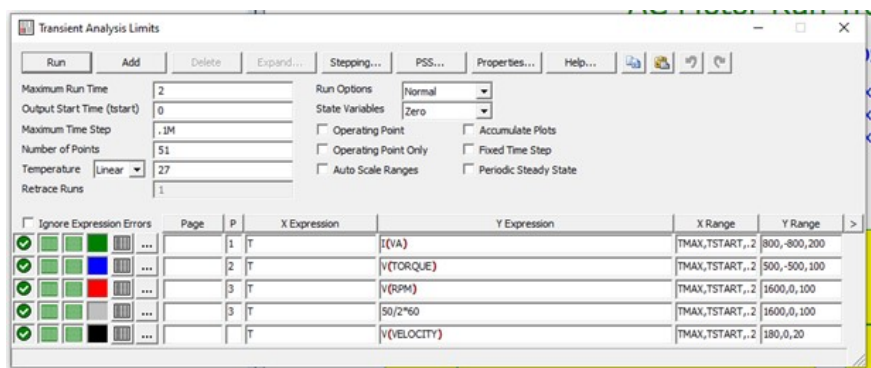

Рис. 4.2
2.3. Запустите расчет переходных характеристик – **Analysis**→**Transient...** (Alt+1). Выставьте параметры расчета частных характеристик как указано на рис. 4.2 и нажмите кнопку **Run**. Получившиеся графики сохраните в отчет.